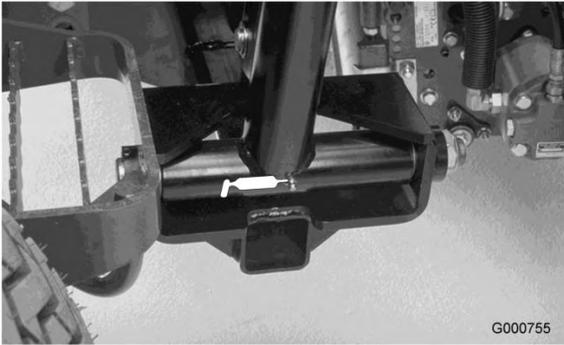

Figura 34
- Pivote del brazo de elevación (3) (Figura 34)